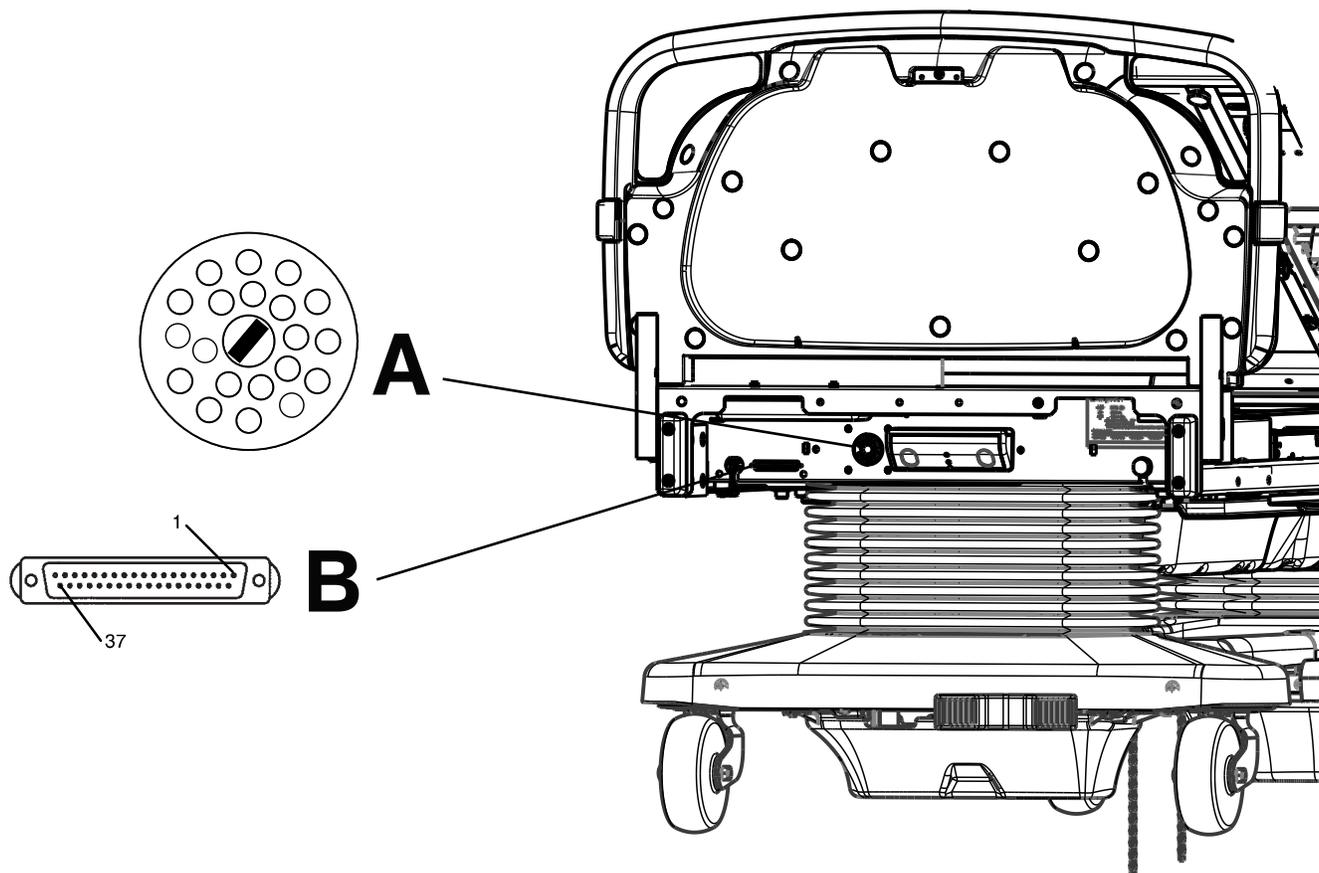

Figure 3 – Port de la commande suspendue de l'appel infirmier et connecteur à 37 broches
1. Brancher le câble d'interface dans le connecteur à 37 broches (B) dans le châssis du plan de couchage du côté tête du produit et dans la connexion correspondante (station de la patiente, mur de tête de lit ou station d'accueil) (Figure 3).
4. Enfoncer l'interrupteur du port de la commande suspendue (A) et tourner l'interrupteur en position de marche (90° dans le sens horaire) (Figure 3).
5. Appuyer sur le bouton **Appel infirmier** (E) (voir *Panneau de commande de l'opérateur, barrière externe* (page 23)) pour vérifier la connexion entre le signal d'appel infirmier du produit et le système d'appel infirmier de l'hôpital.